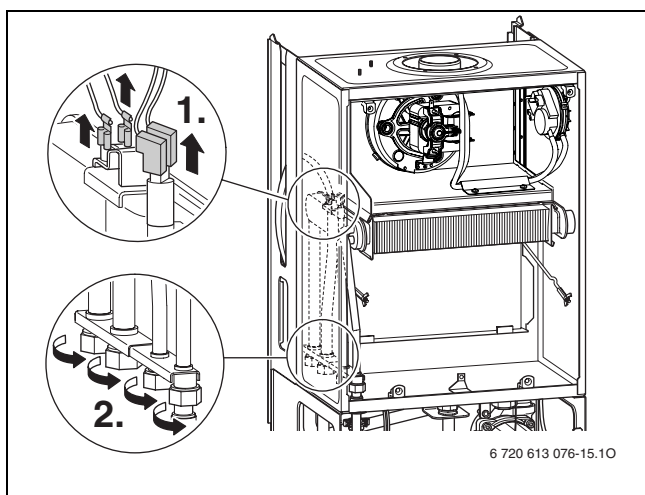

Fig. 56 Scambiatore di calore
- ▶ Scollegare i cablaggi dei vari sensori, allentare i raccordi ed estrarre in avanti lo scambiatore (fig. 56).